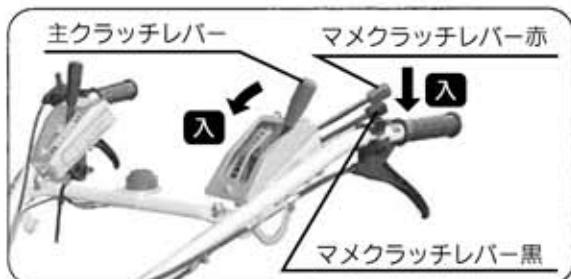

図19
- ③ 主クラッチレバーを徐々に前方に倒して、[入]位置にしてゆっくり発進してください。ハンドルを握ったまま、黒色のマメクラッチレバーを親指で静かに下に押して発進させることもできます。（図19）